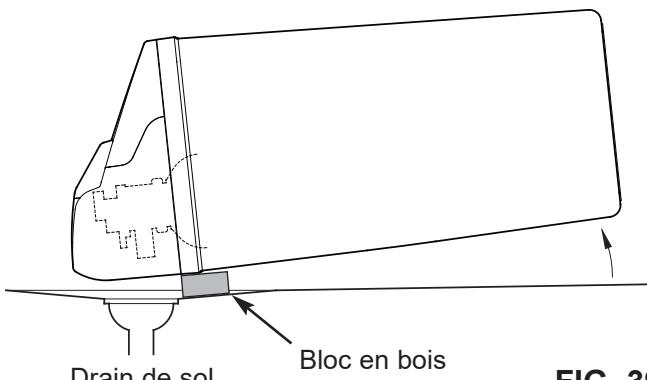

FIG. 39
6. Placez un bloc de 5 cm d'épaisseur près du drain de sol (consultez la figure 39).